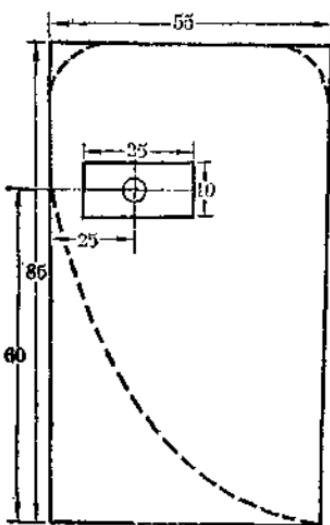

图 5
i. 锯  $55 \times 85$  [毫米]2 木板二块制支架板（图 5），支架板
弧形，砂光后用胶水按图 5 中虚线位置，分别胶合在支架板内侧左下角和右下角。